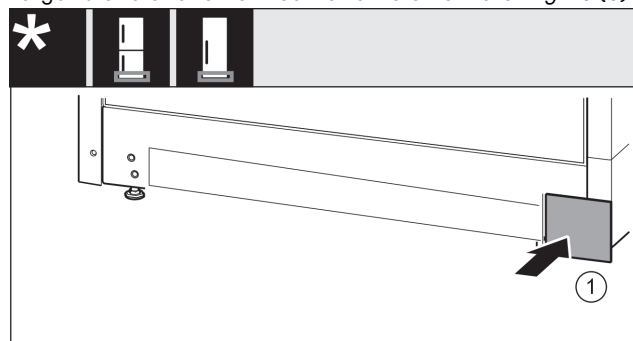

Fig. 16
- ▶ Remettre en place le cache de l'autre côté. Fig. 16 (1)